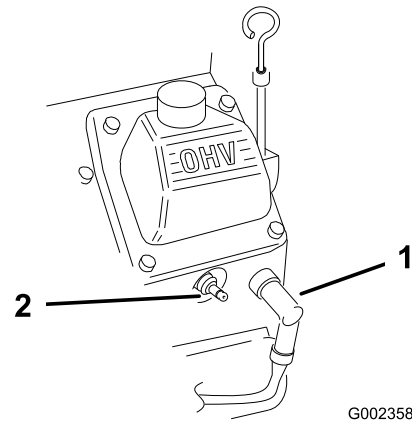

Figura 21
2. Desligue os cabos das velas de ignição (Figura 21).